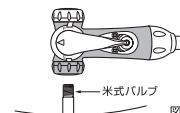

図9
- (1) 口金レバーが中央の位置にあることを確認します。(図9)
(6) バルブから口金を外します。(図9)